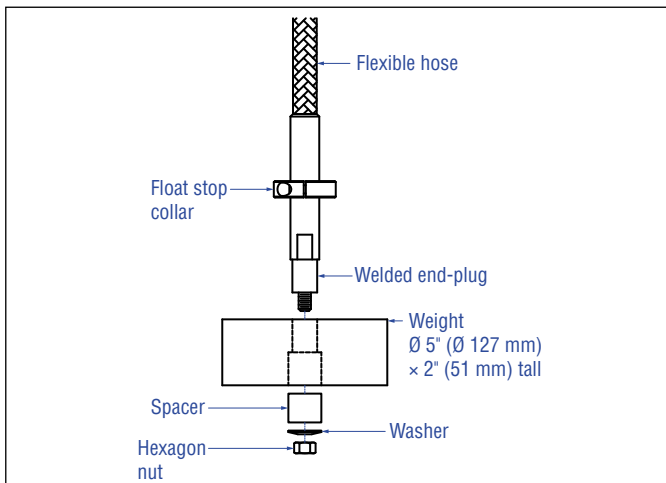
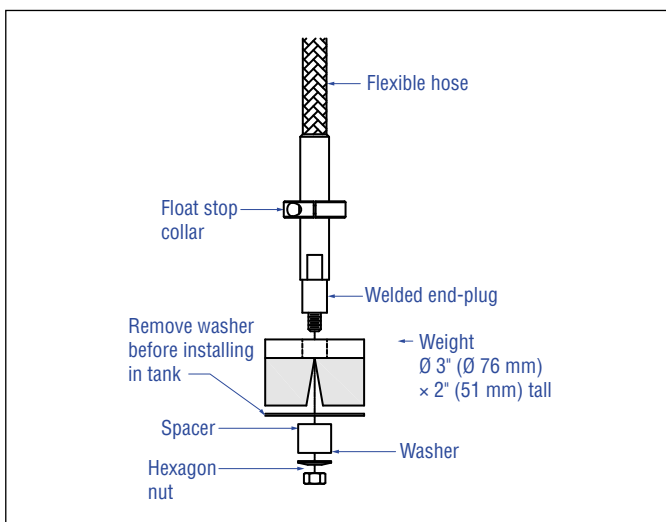
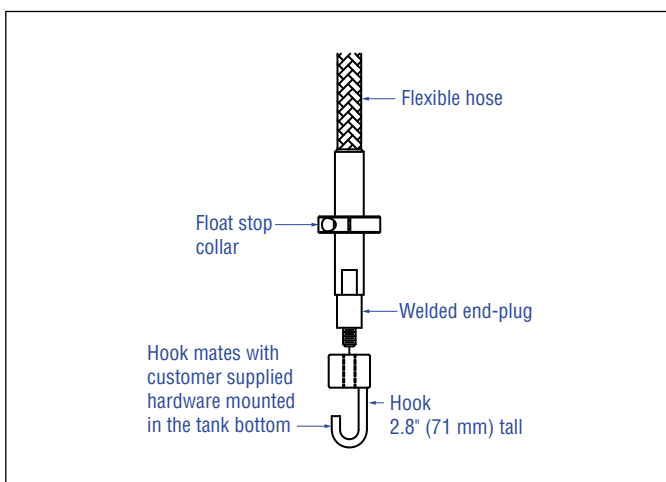

図 6: 底部固定重り
図 7: 底部固定マグネット
図 8: 底部固定フック
6. 図6、図7、図8に示すように、付属のナット、スペーサーおよびワッシャーを使用して、フレキシブルホースにパイプ底部の固定部分 (パイプ底部の硬質部分) を取り付けてしっかりと締めます。マグネットを使用する場合は、ワッシャーを取り外してからタンクに取り付けます。